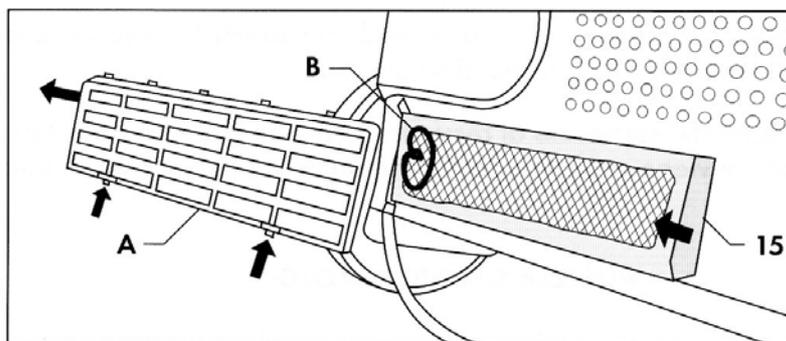

Fig. 19
Togliere la griglia di protezione (A) ed estrarre il filtro in poliestere (15) mediante la corda elastica (B). **(Fig. 19)**